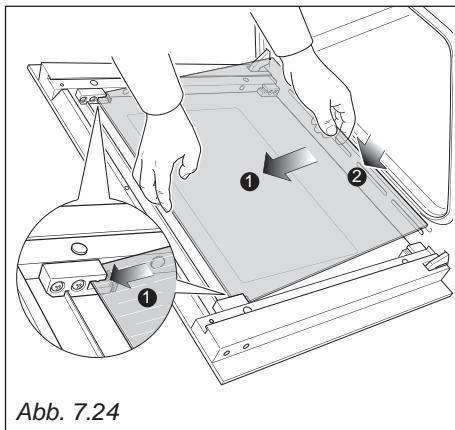
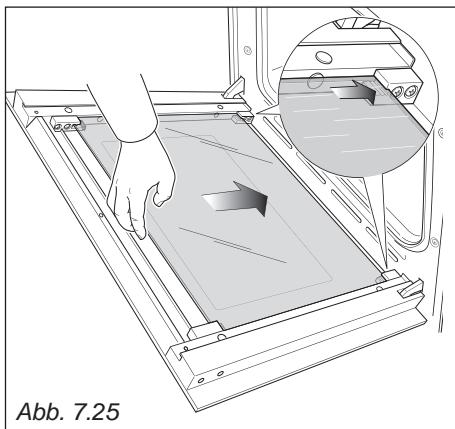

Abb. 7.24
Abb. 7.25
- Fügen Sie das Glassegment vorsichtig in die oberen Halteklemmen ein (Pfeil 1 in Abb. 7.24). Senken Sie dann das Glassegment ab und fügen Sie es in die unteren Halteklemmen ein (Pfeil 2 in Abb. 7.24). Schieben Sie dann das Glassegment in die richtige Position (Abb. 7.25).